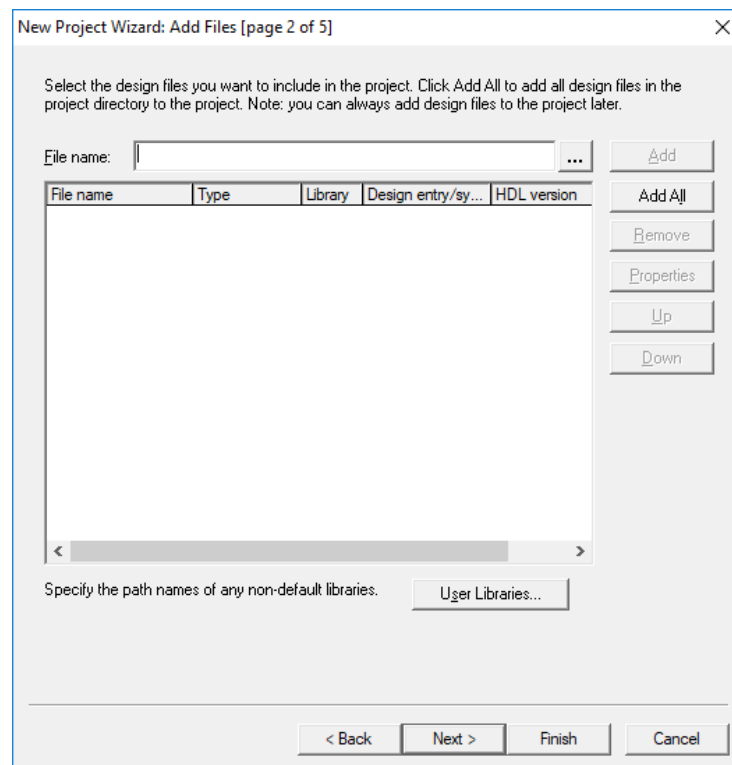

Рис.1.5. Налаштування другої сторінки майстра **New Project Wizard**
**2.4.** Друге вікно майстра створення проекту (рис. 1.5) призначене для підключення до нового проекту раніше створених файлів. Для цього натисніть піктограму  і оберіть файл, який Ви хочете додати до Вашого проекту. Натисніть кнопку **Open**, після чого кнопку **Add**. Якщо Ви хочете підключити до проекту декілька файлів, виберіть їх імена і натисніть кнопку **Add All**.